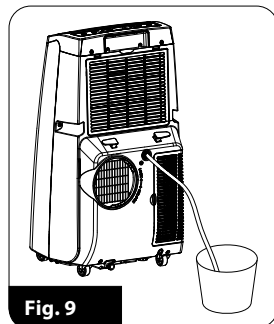

Fig. 9
- Skru av mutteren og fjern pluggen (6)
- Koble den andre enden av dreneringsslangen til et kar eller dreneringssystem (fig. 9)